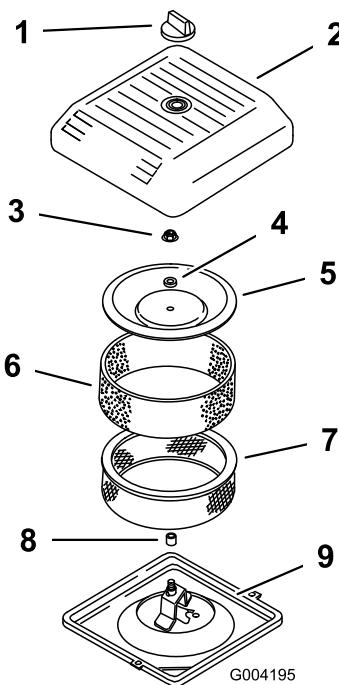

Figure 30
4. Dévissez le bouton et déposez le couvercle du filtre à air (Figure 30).
5. Glissez délicatement le préfiltre en mousse hors de l'élément en papier (Figure 30).
6. Dévissez l'écrou du couvercle et enlevez le couvercle, l'entretoise et l'élément en papier (Figure 30).
- Posez l'ensemble filtre à air sur sa base (Figure 30).
- Montez le couvercle, l'entretoise et fixez-les avec l'écrou du couvercle (Figure 30). Serrez l'écrou à 11 Nm (95 lb-po).
- Remettez le couvercle du filtre à air et fixez-le à l'aide du bouton (Figure 30).